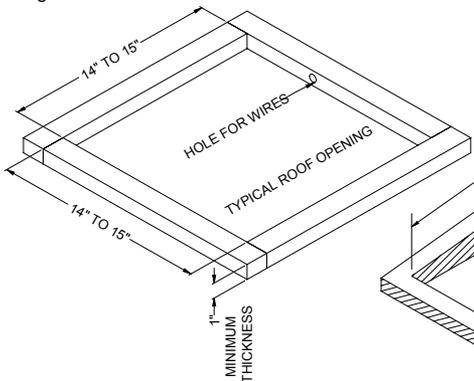

FIGURE 1
3. Examinez l'ouverture du toit. Si l'ouverture est plus petite que 35,56 cm x 35,56 cm (14 po x 14 po), vous devrez l'agrandir. Si l'ouverture est plus grande que 38 x 38 cm (15 x 15 po), vous devrez fabriquer un cadre de montage sur place pour réduire la taille de l'ouverture (voir Figure 1).
**B.** Si vous n'employez pas une ouverture d'évent, vous devrez découper une nouvelle ouverture (voir Figure 1) dans le toit du véhicule. Une ouverture correspondante devra aussi être découpée dans le plafond à l'intérieur du véhicule. Découpez l'ouverture du plafond soigneusement. Si le plafond est recouvert de tapis, vous pourriez l'effilocheur. Une fois les ouvertures dans le toit et le plafond découpées à la taille appropriée, vous devez installer un élément de soutien encadré entre le toit (extérieur) et le plafond (intérieur). L'élément de renforcement encadré doit respecter les lignes directrices suivantes :
La série 48000 ROUGHNECK d'Airxcel exige un écart minimum de 2,54 cm (1 po) entre le toit du véhicule et son plafond (intérieur). Un cadre de soutien type est illustré dans la Figure 1.